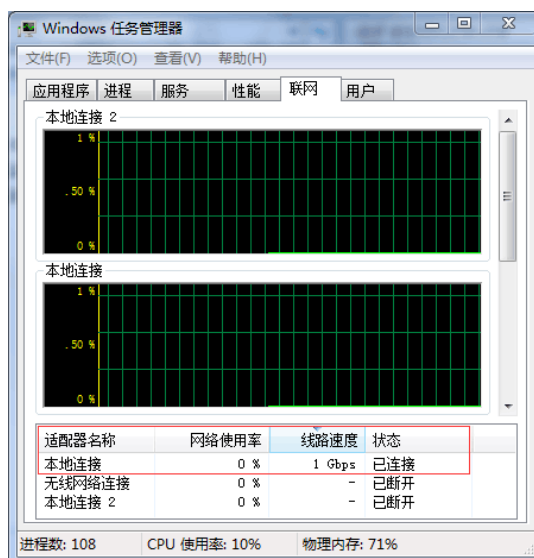

图7-2 确认网络传输速度的方式
- 确认网络传输速度是否是 1Gbps，PC 网卡是否是千兆网卡等。关于网络传输速度的确认，如图 7-2 所示。